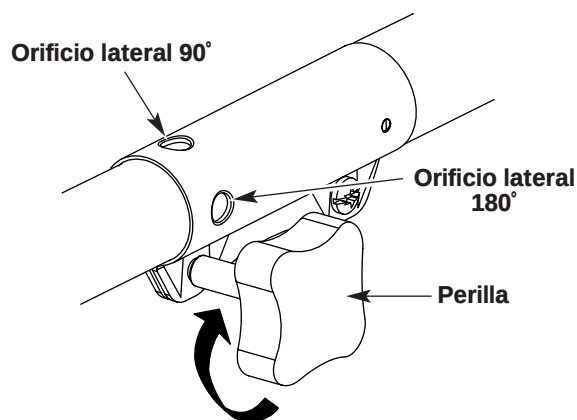

Fig. 21
3. Gire la perilla en sentido horario para ajustarla (Fig. 21).
Para recortar bordes mientras usa el accesorio de corte de cabeza de línea con modelos EZ-Link™, trabe el botón de desconexión en el **orificio lateral de 90°** o en el **orificio lateral de 180°** (Fig. 21).